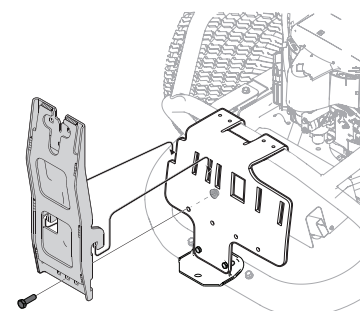

Figure 7
- Installez le support de fixation vertical sur la plaque de fixation du tracteur en l'accrochant sur l'ensemble de fixation comme montré à la Figure 7.
- Fixez le support de fixation droit à l'ensemble de montage à l'aide d'un boulon à tête hexagonale (710-0376) et d'un contre-écrou d'épaulement (712-04063) provenant de la trousse de matériel 689-01419. Reportez-vous à la Figure 7.